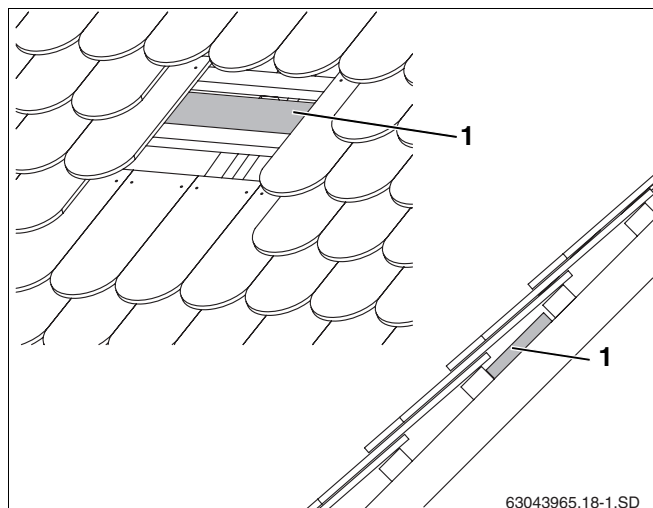

Fig. 16 Monter les planches/madriers si nécessaire
Selon la position des crochets (tabl. 5 et tabl. 6, page 15) il peut s'avérer nécessaire de poser des planches/madriers à portance suffisante sur les chevrons (éviter les contre-lattes) (fig. 16, **pos. 1**) pour pouvoir monter le crochet entre les chevrons.